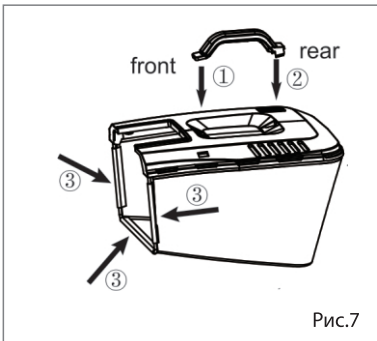

Рис.7
1. Соберите травосборник путем соединения 2-х частей. Вам надо будет закрепить край мешка вокруг рамы пластикового коллектора. Вставьте защелки нижней части в соответствующие отверстия верхней части. Надавите, пока не услышите характерный щелчок. Рис. 7.